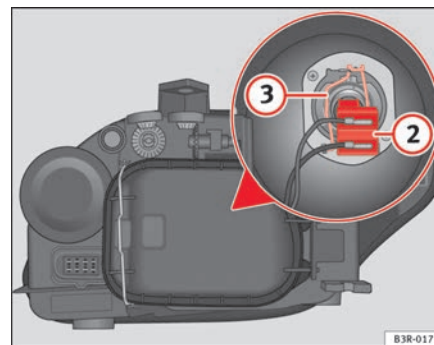

Fig. 205 Anabbaglianti
- Estrarre il connettore ⇒ fig. 205 ② della lampada tirandolo.
- Sganciare la molla di ritegno ⇒ fig. 205 ③ premendo verso l'interno e a destra.